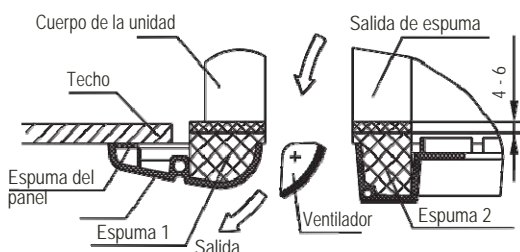

Fig.4-16
- 6) Mantenga bien apretados los tornillos bajo los ganchos del panel, hasta que el grosor de la espuma entre el cuerpo y la salida del panel se haya reducido unos 4~6 mm. El borde del panel debe tener contacto con el techo. (vea la Fig.4-16)